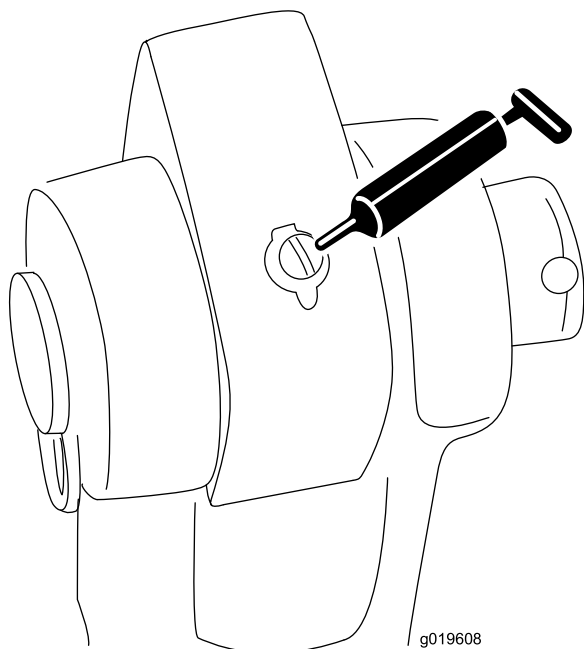

Figura 18
Pivotes del cilindro (2)—Figura 18